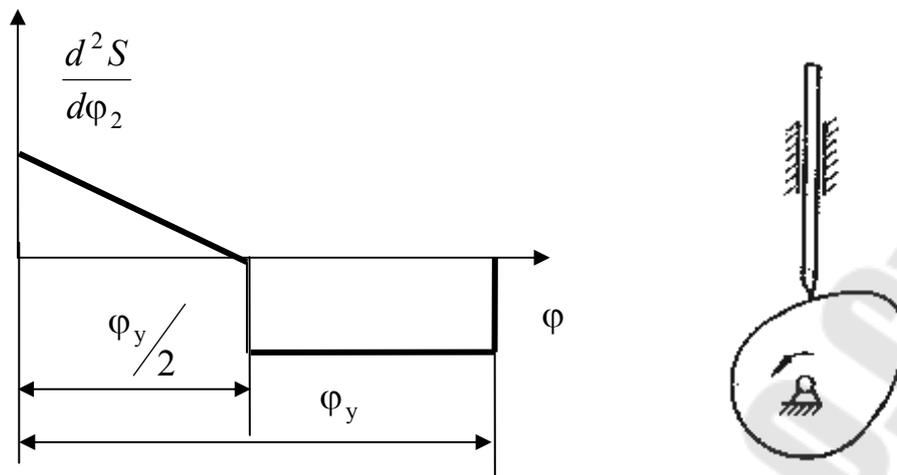

Рис.2.2
2. Определить перемещение толкателя кулачкового механизма (рис. 2.2) графическим и аналитическим методами при повороте кулачка на угол  $\varphi$ , если угол удаления  $\varphi_y$  и ход толкателя  $h$ , при заданном законе движения толкателя на угле удаления. Исходные данные приведены в табл. 2.2